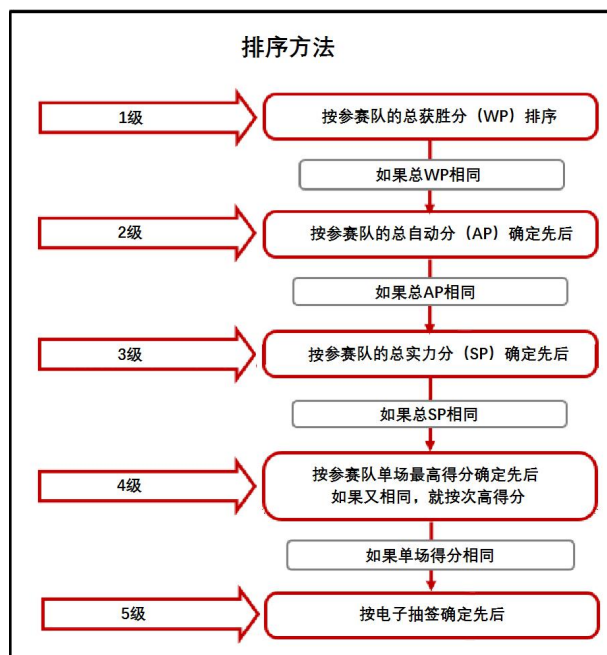

图 20 排序方法
6.3.5 初赛结束后，按图 20 所示方法对参赛队排序。前 16 支参赛队将参加复赛，最终决出冠军。